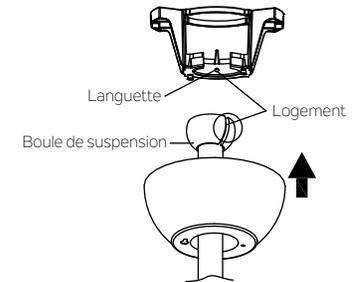

Fig. 10
Étape 6. Soulever maintenant le moteur en position et placez la boule de suspension dans le support de suspension. Tourner l'ensemble jusqu'à ce que la languette de contrôle se trouve dans le logement et qu'il soit fermement logé. (Fig. 10) La totalité du corps du moteur ne doit pas tourner si l'opération est effectuée correctement.